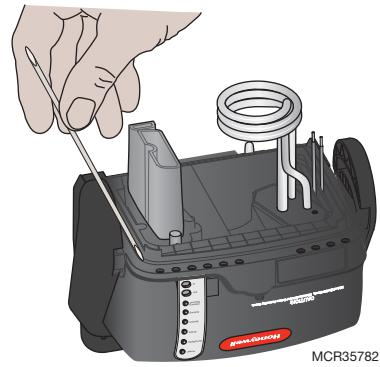

Fig. 2. Gasket removal (Step #10).
10. Remove the old gasket. (Fig. 2)
10. Retirez l'ancien joint. (Voir la Fig. 2.)
- Retire la junta existente. (Consulte la Fig. 2.)